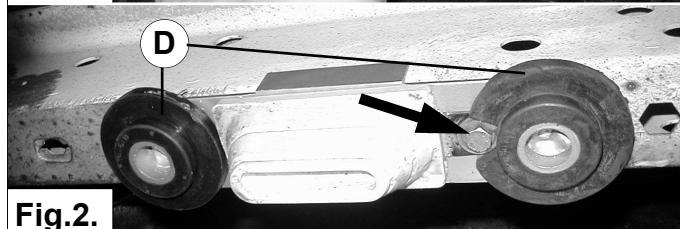

Fig.2.
5. Montieren Sie die Gummies **D** auf den oberen Bügel **A**. Achten Sie darauf daß die Aussparung in den Gummi **D** um den Befestigungsbolzen des Puffers geht. Sehe fig.2. Die Gummies mit dem großem Durchmesser gehen auf den oberen Bügel **A**.
- Placez les rondelles en caoutchouc D sur la patte supérieure A. Veillez à ce que l'évidemment du caoutchouc D vienne se loger autour du boulon de fixation du caoutchouc. Voir fig. 2. Les caoutchoucs avec le plus petit diamètre viennent sur la patte supérieure A.